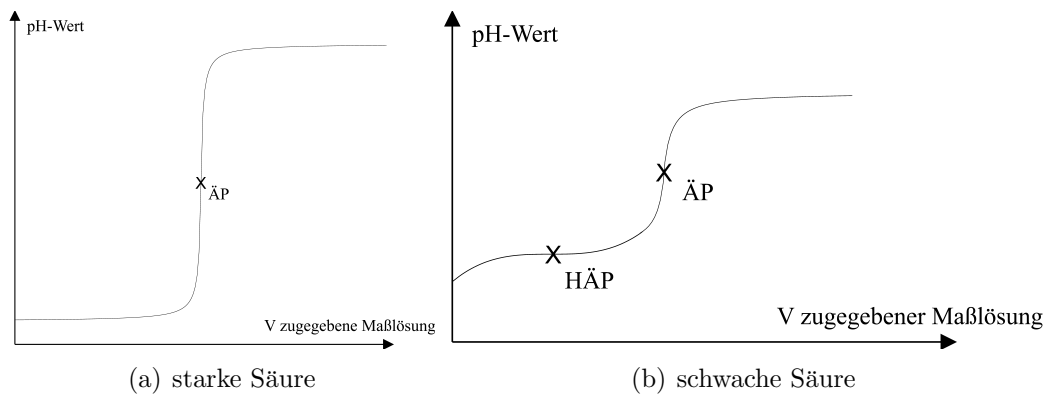

Abbildung 2.1: Titrationskurven
**Starke Säure** Titriert man eine starke Säure9, so markiert der einzige Wendepunkt im Schaubild (s. Abb. 2.1(a) auf S. 19) den *Äquivalenzpunkt* („ÄP“). An dieser Stelle herrscht ein pH-Wert von  $pH = 7$ , weil alle in der Probelösung vorhandenen  $H_3O^+$ -Teilchen *wegreagiert* wurden. Dadurch, dass man zugegebenes Volumen und Konzentration der Maßlösung kennt, kann man die Säurekonzentration zu Anfang ausrechnen. Vor dem Erreichen des ÄP hatte die Probelösung den pH-Wert der Lösung bestimmt ( $pH < 7$ ), danach übernimmt dies die Maßlösung; der pH-Wert strebt gegen den der Maßlösung ( $pH > 7$ ).
**Schwache Säure** Titriert man dagegen eine schwache Säure, so findet man im Schaubild (s. Abb. 2.1(b) auf S. 19) zwei Wendepunkte: Den *Halbäquivalenzpunkt* („HÄP“), hier liegen Säure und korrespondierende Base im Verhältnis 1:1 vor ( $c(HA) = c(A^-)$ ),